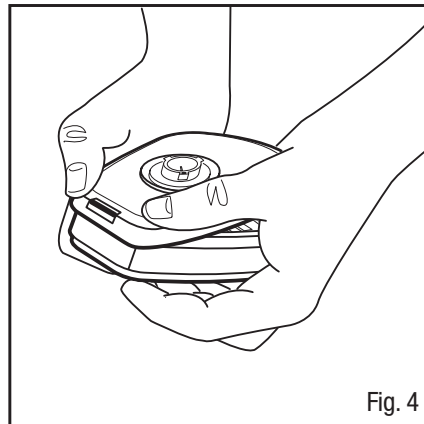

Fig. 4
1. Alinee el adaptador en el cartucho. Enganche el broche frontal de presión al apretar juntos el frente del cartucho y adaptador, colocando los pulgares de ambas manos sobre el adaptador y los dedos a lo largo de los lados inferiores del cartucho (Fig. 4).